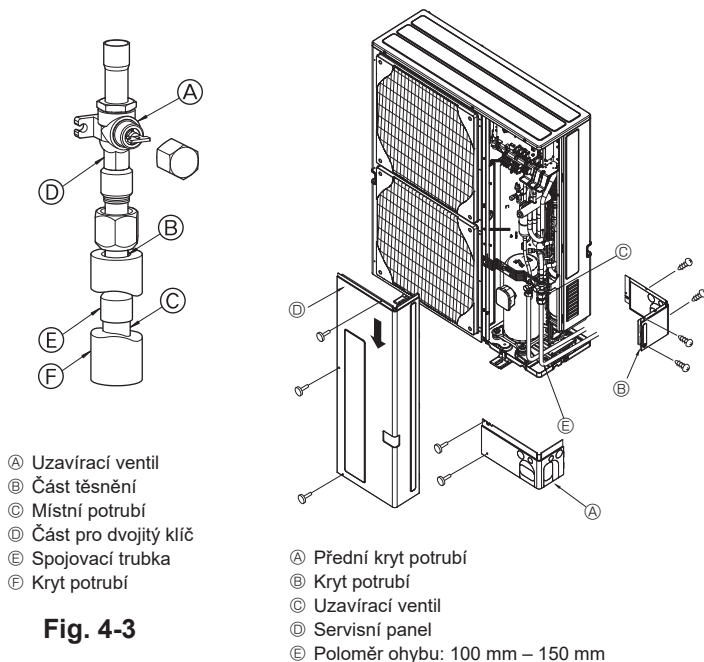

Fig. 4-3
- Následující postup slouží k připojení potrubí na straně plynu. (Fig. 4-3) (SHW230)